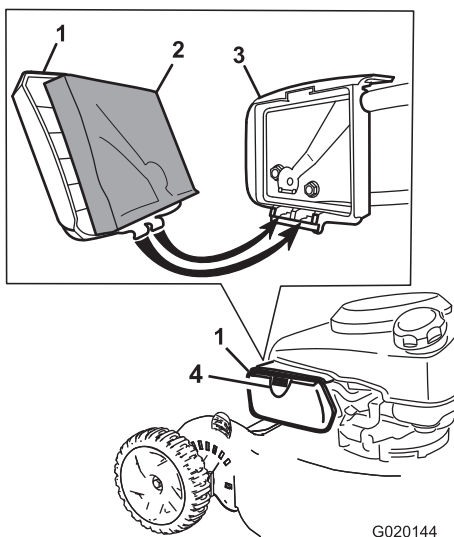

Figure 20
2. Appuyez sur le bouton sur le couvercle du filtre à air (Figure 20) et ouvrez le couvercle.